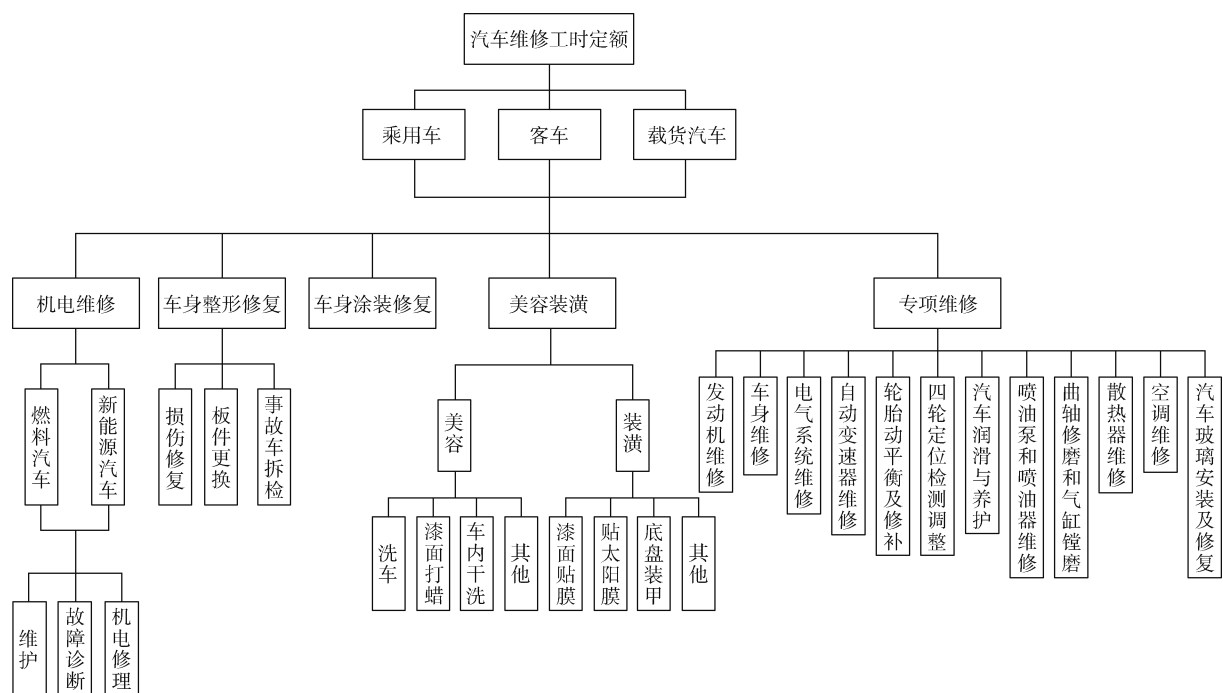
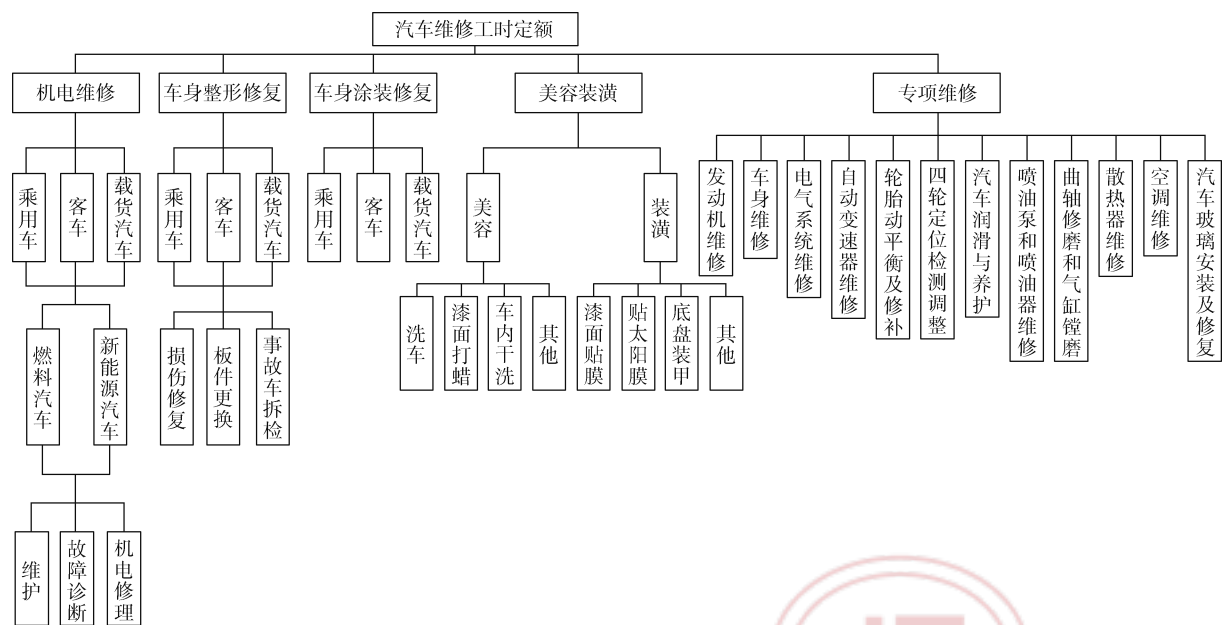

图 13 按车型类别编制的汽车维修工时定额
图 14 按作业项目编制的汽车维修工时定额
10.1 汽车维修工时定额宜按车型类别及作业项目编制,见图 13 和图 14。